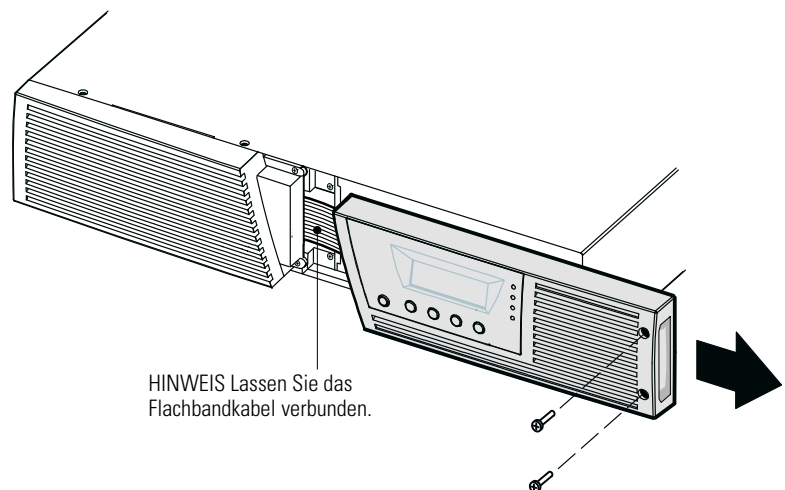

Abbildung 9. Entfernen der rechten Frontblende der USV
1. Entfernen Sie die rechte Frontblende der USV (mit dem LCD Bedienfeld). Siehe Abbildung 9.